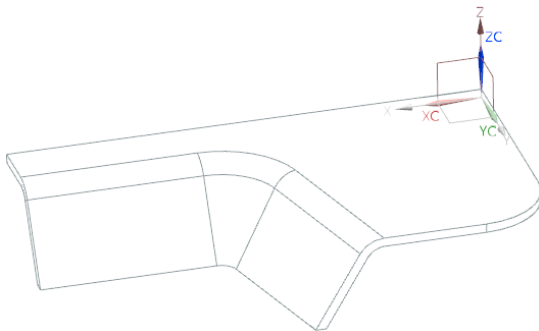

图 4-10 创建冲压除料特征
- (4) 在“冲压除料”对话框中单击  按钮，创建冲压除料特征，如图 4-10 所示。